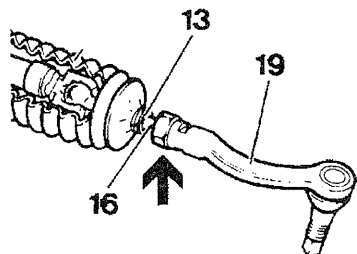

Рис. 5.13 (13 — зажим;
38. Можно освободить конец продольной рулевой тяги в редукторе рулевого механизма или стопорную гайку (стрелка на рис.5.13) и затем вывинтить продольную рулевую тягу из конца продольной рулевой тяги для обеспечения возможности вставления новой гармошки.